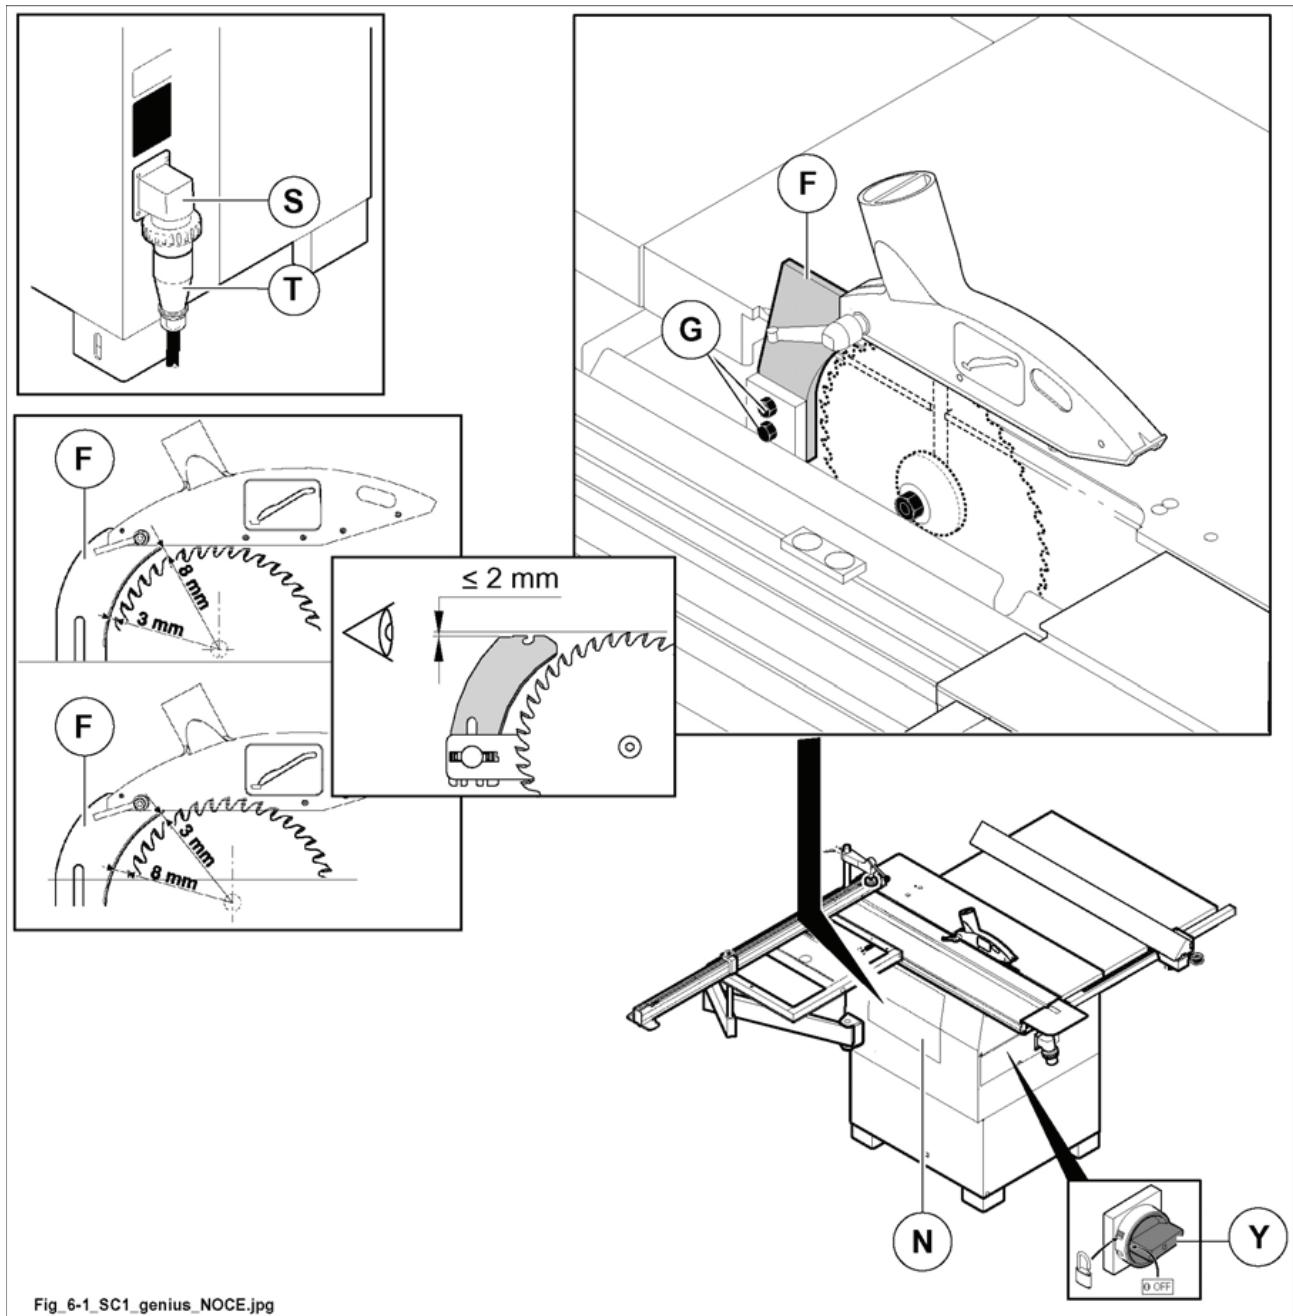

Рис. 6.1
**ОПАСНОСТЬ-ВНИМАНИЕ:***не работать голыми руками; всегда использовать защитные перчатки.***ЗАМЕЧАНИЕ:***станок оснащен 1 ножом делителя (дровосек).***ОПАСНОСТЬ-ВНИМАНИЕ:***всегда устанавливать нож делителя в оборудование станка.***ОПАСНОСТЬ-ВНИМАНИЕ:***Перед началом любой технической процедуры обесточить станок, вынув вилку T из розетки S.**Перед выполнением уборки, технического обслуживания, настройки, сборки или демонтажа некоторых частей станка, необходимо установить главный выключатель в положение «ноль», чтобы остановить станок, отсоединить трубу сжатого воздуха на выходе группы и прикрепить сигнальную табличку.**Единственный экземпляр ключа должен храниться у лица, которое выполняет регулировку, техническую поддержку или уборку станка.****Вариант исполнения для США и Канады:** Перед началом действий по уборке, техническому обслуживанию, наладке станка или замене его элементов надлежит перевести в нулевое положение выключатель общего питания Y (рис. 6.1), заблокировать его навесным замком и вывесить соответствующий предупреждающий плакат.***ОПАСНОСТЬ-ВНИМАНИЕ:****ДОЖДИТЕСЬ ОСТАНОВКИ ЛЕЗВИЙ.**
- 2) Открыть дверцу N (рис. 6.1).
- 3) Отрегулировать высоту положения расклинивающего ножа F (рис. 6.1), ослабив гайки G (рис. 6.1).